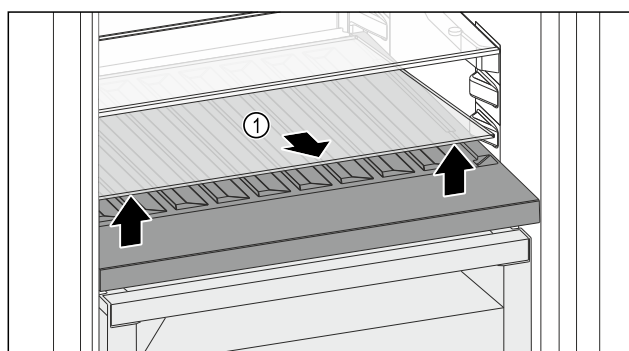

Fig. 212
- Ngrini lart përpara pllakën e xhamit Fig. 212 (1) te foleja dhe tërhiqeni jashtë.
- Ruani të sigurt pllakën e xhamit *Fig. 212 (1)* jashtë pajisjes.
- Vendoseni pllakën e xhamit (2) nën raftin mbajtës të ndryshueshëm të shisheve.